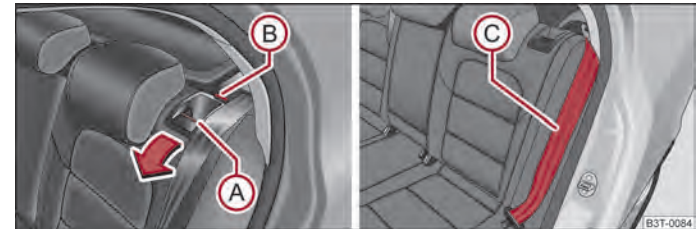

Abb. 61 Sitzlehne entriegeln / Sitzlehne verriegeln
- Durch Drücken des Entriegelungsgriffs (A) ⇒ Abb. 61 entriegeln Sie die Sitzlehne und klappen diese nach vorn.
- Legen Sie den hinteren seitlichen Sicherheitsgurt (C) ⇒ Abb. 61 hinter die Kante der Seitenverkleidung.
- Vergewissern Sie sich, dass der rote Stift (B) nicht zu sehen ist.